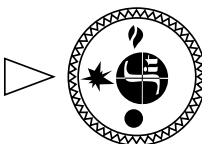

Рис. 10
- 7.3. Для розжига пилотной горелки ручка управления переводится в положение «**искра**» (рис. 10).